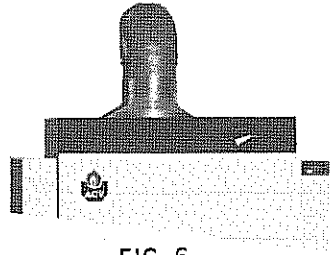

FIG. 6
g) raccordement à la cheminée (fig. 6) :
g) aansluiting aan de schouw (fig. 6) :
f) raccordement à la cheminée suivant la fig. 6.
f) aansluiting aan de schouw volgens fig. 6.